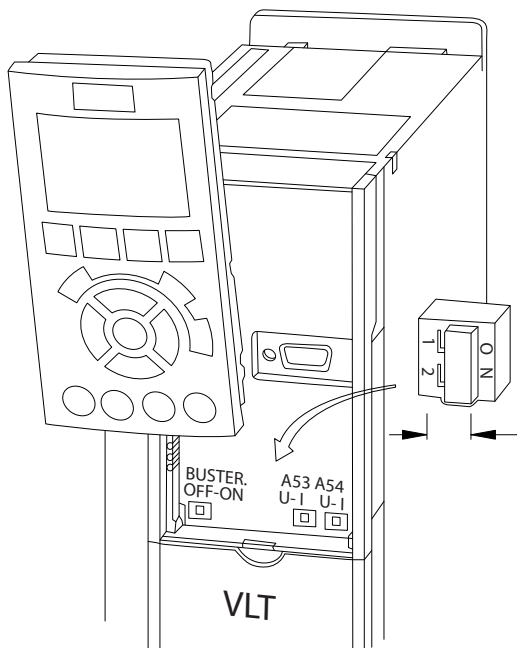

図 4.10 端子 53 と 54 スイッチの位置
1. ローカル・コントロール・パネルを外します (図 4.10 を参照)。